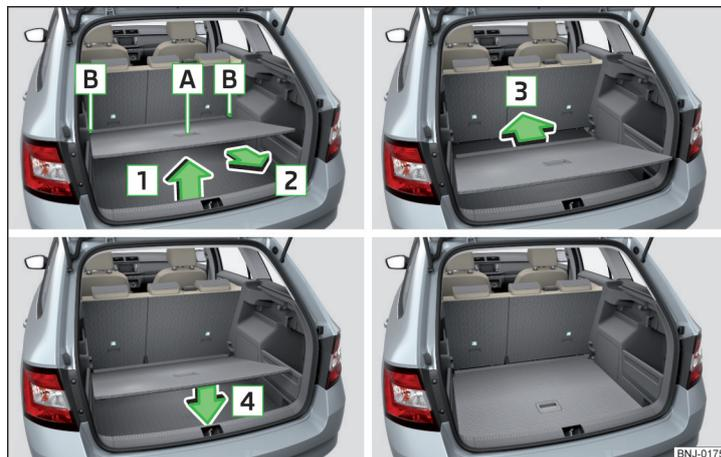

Fig. 107 Ajustar el suelo de carga variable en la posición inferior
- Agarrar el suelo de carga variable por el agarradero **A** » fig. 107.